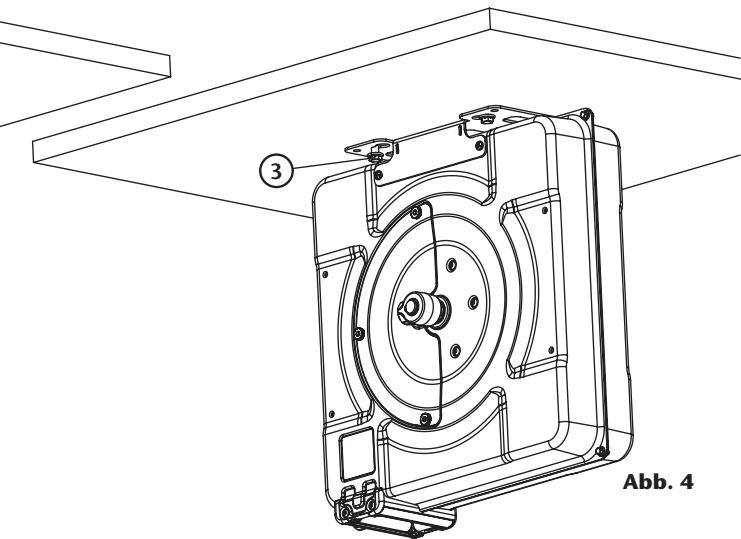

Abb. 4
- 3.** Sobald die Schlauchtrommel eingehängt ist, ohne sie loszulassen, die anderen 2 verbleibenden Schrauben (3) (Abb. 4) einführen, die nicht länger als 10 mm sein sollten, um sie leicht einführen zu können.